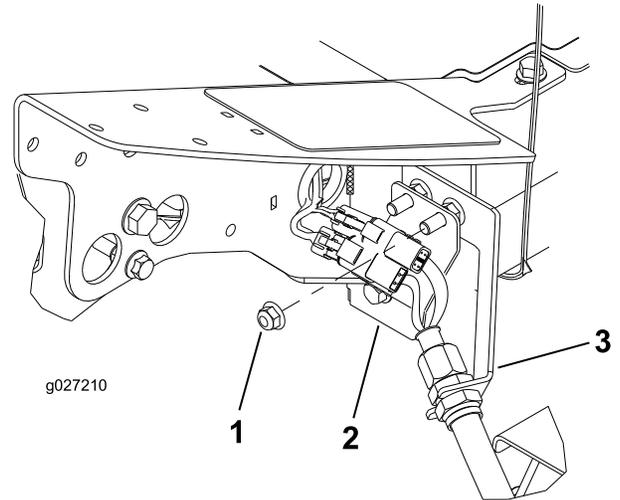

図 11
1. フレームの左前コーナー4番カッティングユニットの位置の、バルクヘッドブラケットをマシンに固定しているボルトについている余分のフランジヘッドナットを取り外す 図 11。
3. バルクヘッド取り付けボルトにコネクタプレートを通す。コネクタは 図 11に示すように通す。